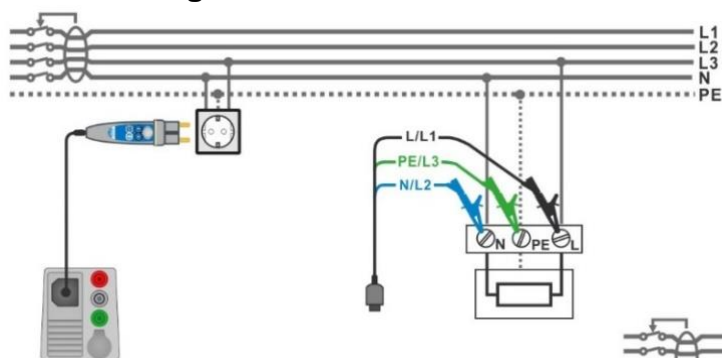

Fig. 4.47:
- › Forbind 3-leder testledninger eller Plug commander til objektet der skal testes, se **Fig. 4.47**